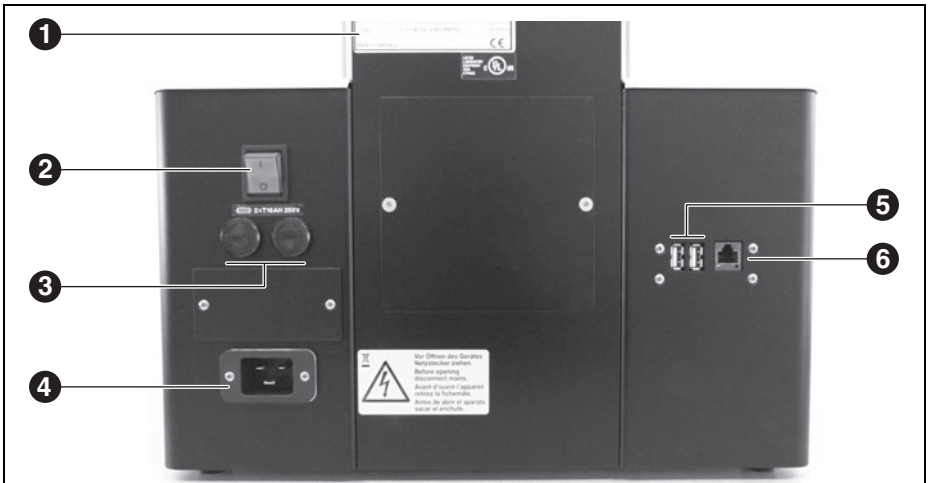

Bild 3 Geräteübersicht Rückseite
- ▷ Wenn der Brennofen über ein Netzwerk (Ethernet) oder über einen Einzel-PC bedient werden soll: Netzkabel an die Schnittstelle auf der Rückseite des Gerätes anschließen ([6] in Bild 3 auf Seite 8).